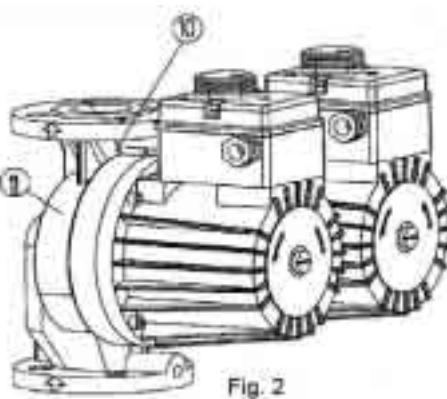

Fig. 2
Gli NCD e NCDM hanno corpo pompa doppio (fig. 2 - pos. 11) con clapet incorporato che si posiziona automaticamente in base alla direzione del flusso dell'una o dell'altra pompa.